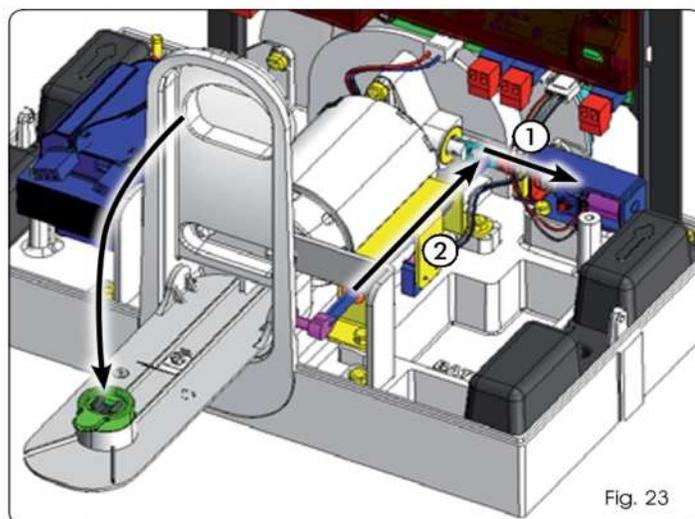

Fig. 23
**☞ Al bajar la palanca de desbloqueo se actúa tanto en el bloque motor, retrocediéndolo (Fig. 23 ref. ①), como en el microinterruptor de seguridad que fuerza el automatismo en STOP (Fig. 23 ref. ②).**